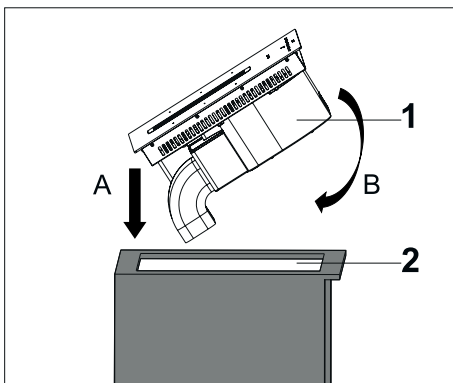

Abb. 38
- Kippen Sie das Gerät nach hinten (Abb. 38/1). Setzen Sie es mit der Rückseite zuerst in den Ausschnitt ein (Abb. 38/A) und setzen dann die Vorderseite ein (Abb. 38/B).